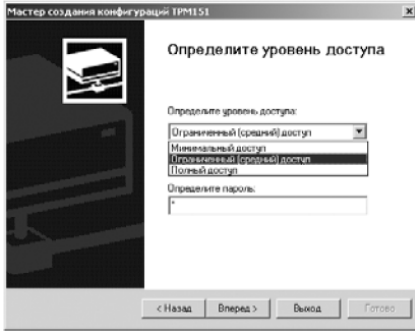

Рисунок 10.3
**Если модификация успешно считана**, на экране сразу появится окно с приглашением выбрать уровень доступа (см. рисунок 10.3).
Выберите модификацию Вашего прибора («Модификация № 6»). Нажмите кнопку [Вперед>] – откроется окно с приглашением выбрать уровень доступа (рисунок 10.3).